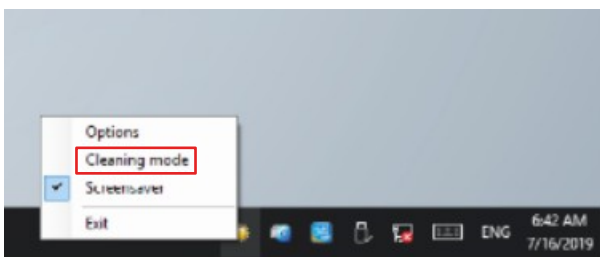

Abb. 49: CP39xx-14xx-0010_Auswahl Cleaning Mode
3. Wählen Sie den „Cleaning Mode“ aus (siehe Abb. 49).